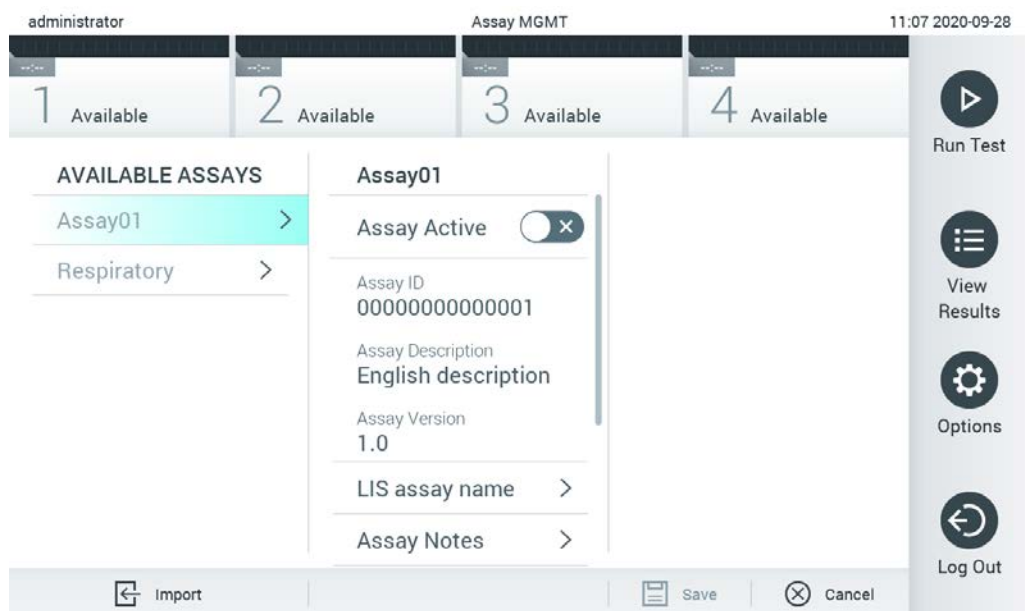

Figura 60. Schermata Assay Management (Gestione esame).
2. Per importare i nuovi esami nel QIAstat-Dx Analyzer 1.0, premere il pulsante Options (Opzioni) e quindi il pulsante Assay Management (Gestione esame). Nell'area dei contenuti del display, viene visualizzata la schermata Assay Management (Gestione esame) (Figura 60).